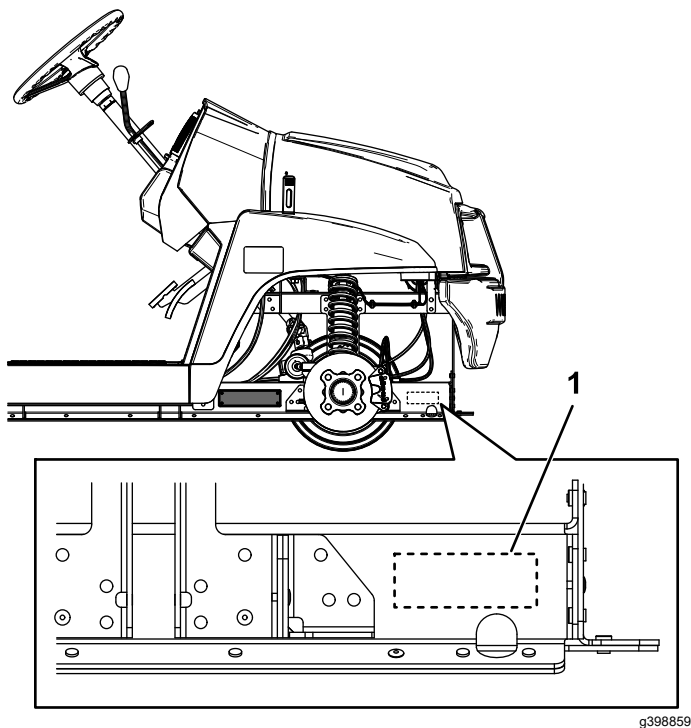

Figure 5
2. Frappez le numéro de série sur la machine à l'emplacement indiqué à la Figure 5.